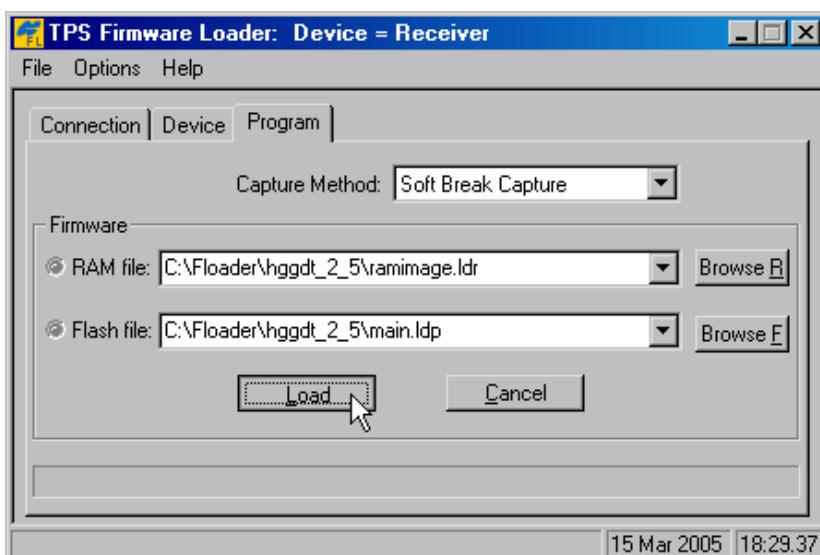

Рисунок 4-15. Вкладка *Program*
2. Выберите вкладку *Program* (*Программа*) и выберите значение *Soft Break Capture* для поля *Capture Method*, см. рис. 4-15.
3. Выберите файлы для ОЗУ и флэш-памяти платы приемника, см. рис. 4-15.